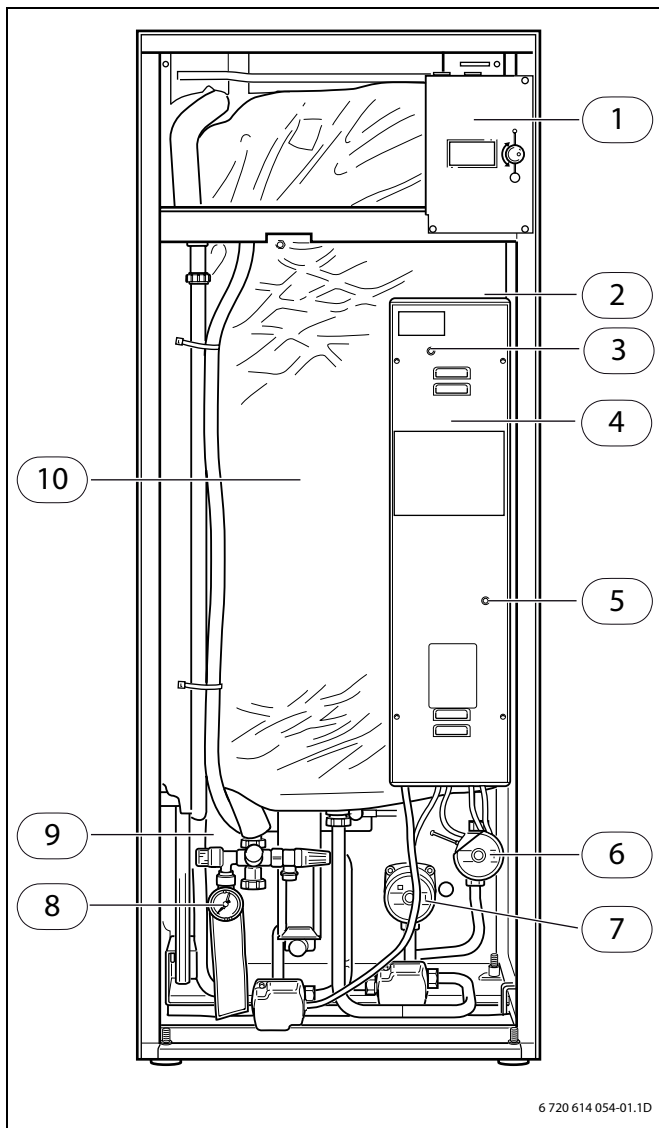

Fig. 1 Indendørs enhed uden afdækning
Under isoleringen på oversiden af varmtvandsbeholderen sidder der en vedligeholdelsesfri anode. Den forhindrer korrosion. Varmtvandsbeholderen skal være fyldt med vand, for at anoden fungerer. På kontaktskabet sidder der en lysdiode (→ fig. 1, [3], side 5), som lyser grønt eller rødt. **Dioden lyser grønt:** Anoden er i drift og fungerer fejlfrit. **Dioden lyser rødt:** Hvis dioden lyser rødt mere end 10 timer, er der en fejl i anoden. Kontakt kundeservice inden for en uge.
- ▶ Tilbagestil overkogssikringen ved at trykke hårdt på tasten 5 (→ fig. 1, side 5).
På oversiden af den indendørs enheds kontaktskab sidder der en kontakt til nøddrift (→fig. 1, [2], side 5). Denne kontakt lyser grønt i normaldrift. Ved samtidig indstilling af den ønskede temperatur aktiveres nøddriften automatisk. Kontakten til nøddrift lyser videre. Nøddriften kan også aktiveres manuelt. For at gøre dette aktiveres kontakten. Lampen i kontakten slukkes.